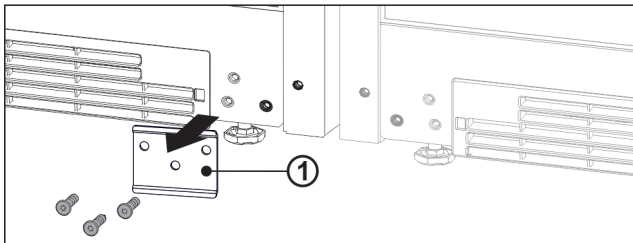

Fig. 11
- Se è integrata la lamiera Fig. 11 (1), svitarla.